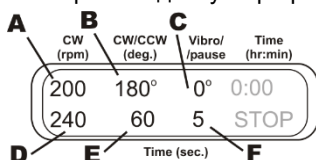

Рисунок 7.
- 6.9.3 **Вращение + Возвратно-поступательное движение + Пауза.** Установите скорость (40-1000 об/мин, рис. 7/А) и время (1-250 с, рис. 7/Д) вращательного движения. Установите угол поворота (30-360°, рис. 7/В) и время (1-250 с, рис. 7/Е) возвратно-поступательного движения. Вращение и возвратно-поступательное движение идут на одной скорости. Для вибродвижения, установите угол поворота на ноль (рис. 7/С) и время (1-5 с, рис. 7/Ф), это продолжительность паузы. График на рисунке 8 отображает данную программу.